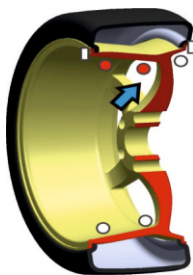

Рис. 31
- Медленно проверните колесо против часовой стрелки до тех пор, пока индикатор справа не загорится (рис.31).